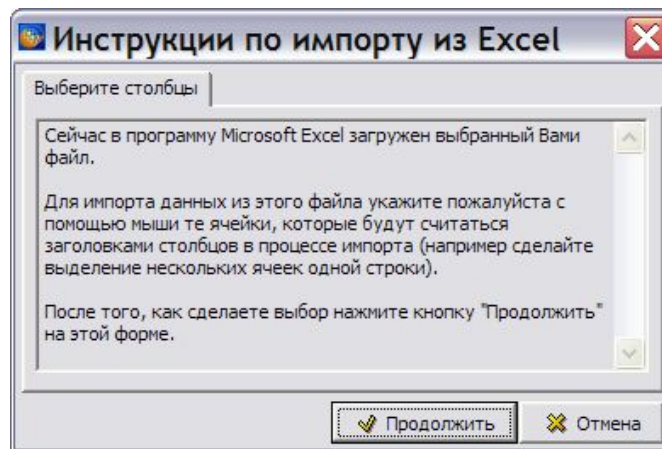

Рис. 4.22
7. В окне **Инструкции по импорту из Excel** нажмите на кнопку **Продолжить** (Рис. 4.22).